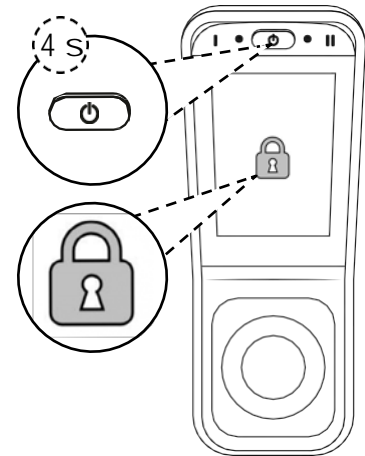

Fig. 5.13. Chiusura a chiave del LiNX REM400.
2. Per disattivare il blocco a chiave, premere l'interruttore principale e attendere fino a quando il lucchetto viene visualizzato sul display, vedere Fig. 5.13. Premere il tasto  entro sul lucchetto per 10 secondi e tenere premuto il simbolo finché non viene visualizzata la funzione di guida o di seduta.